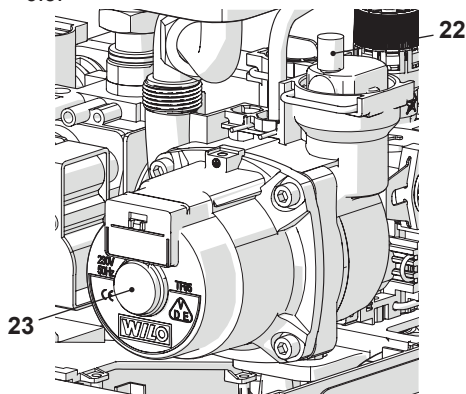

Рисунок 6.3
- Ослабьте пробку автоматического воздуховыпускного клапана 22, см. Рисунок 6.3.
- Снимите пробку 23, см. Рисунок 6.3, и разблокируйте насос, провернув ротор отверткой.